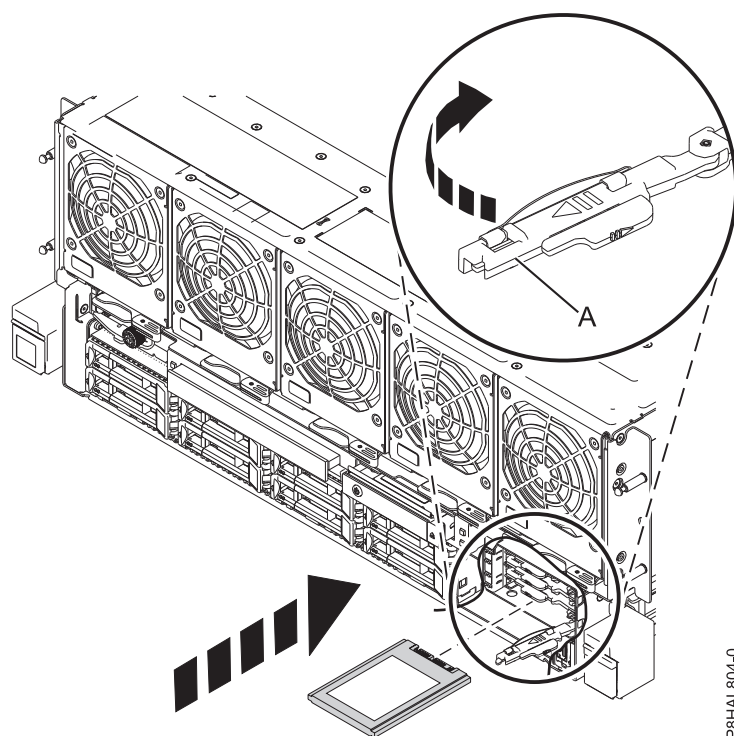

Figura 5. Instal·lació d'una SSD en un sistema 8408-44E o 8408-E8E
3. Amb la nansa del compartiment d'unitats SSD (**A**) en posició desbloquejada, feu sortir la palanca per poder accedir a les guies de la ranura SSD. Agafeu la part inferior de l'SSD mentre l'alineeu amb les guies de la ranura SSD. Consulteu Figura 5 a la pàgina 11.
4. Feu lliscar la SSD en el sistema fins que s'aturi la unitat i, a continuació, bloquegeu la SSD fent girar la nansa del compartiment (**A**) en la direcció que es mostra. Consulteu Figura 5 a la pàgina 11.